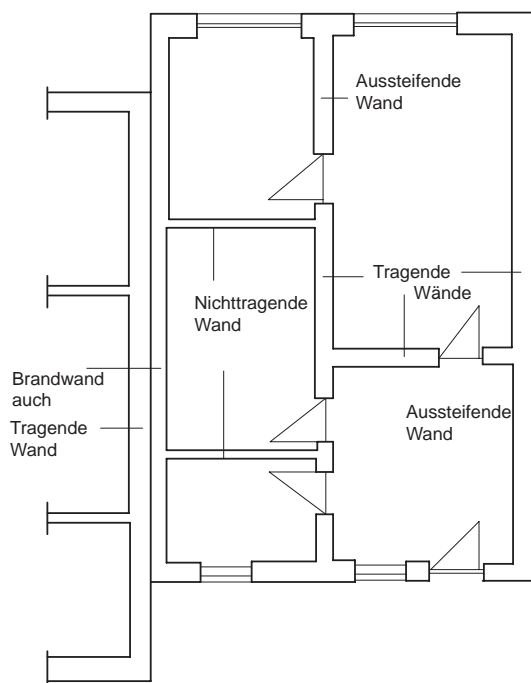

Bild 2.3.2
- Brandwände (Abbildung 2.3.2)